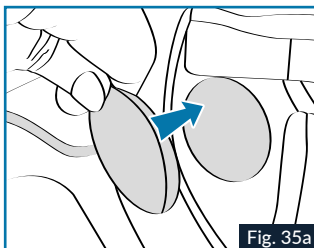

Fig. 35a
6. Fügen Sie in die Aussparungen für die Ohrstöpsel des linken und rechten Lautsprecher des **SENA FOR SHARK (Bluetooth oder Mesh)** ein. Sie werden am Klettverschluss auf der Rückseite der Lautsprecher und am Klettverschluss auf den Schaumstoffstöpseln in den Aussparungen für die Ohrstöpsel angebracht. Abb. 35a/b